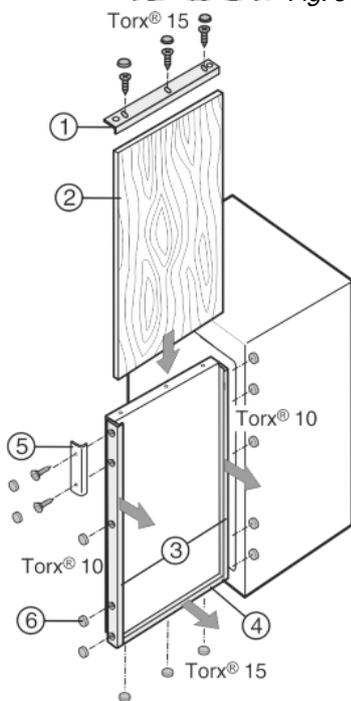

Fig. 6
- Dekorrahmen Fig. 6 (1) oben abschrauben.
- An allen anderen Dekorrahmen Fig. 6 (3, 4) die Schrauben nur lösen und die Dekorrahmen nach vorn schieben.
- Dekorplatte Fig. 6 (2) einschieben.
- Dekorrahmen Fig. 6 (3, 4) zurückschieben und festschrauben.
- Dekorrahmen Fig. 6 (1) oben wieder festschrauben.
- Griff Fig. 6 (5) anschrauben.
- Auf alle Schraubköpfe die Abdeckkappen Fig. 6 (6) aufrasten.